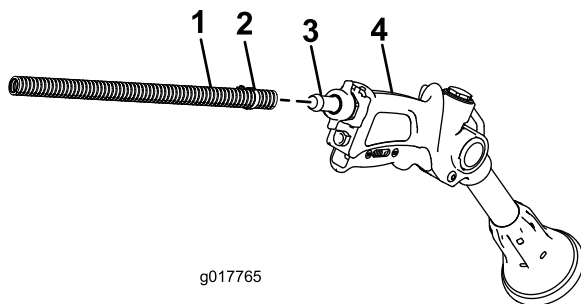

Figura 16
2. Ligue extremidade livre da tubagem longa à união da pistola de pulverização (Figura 16).